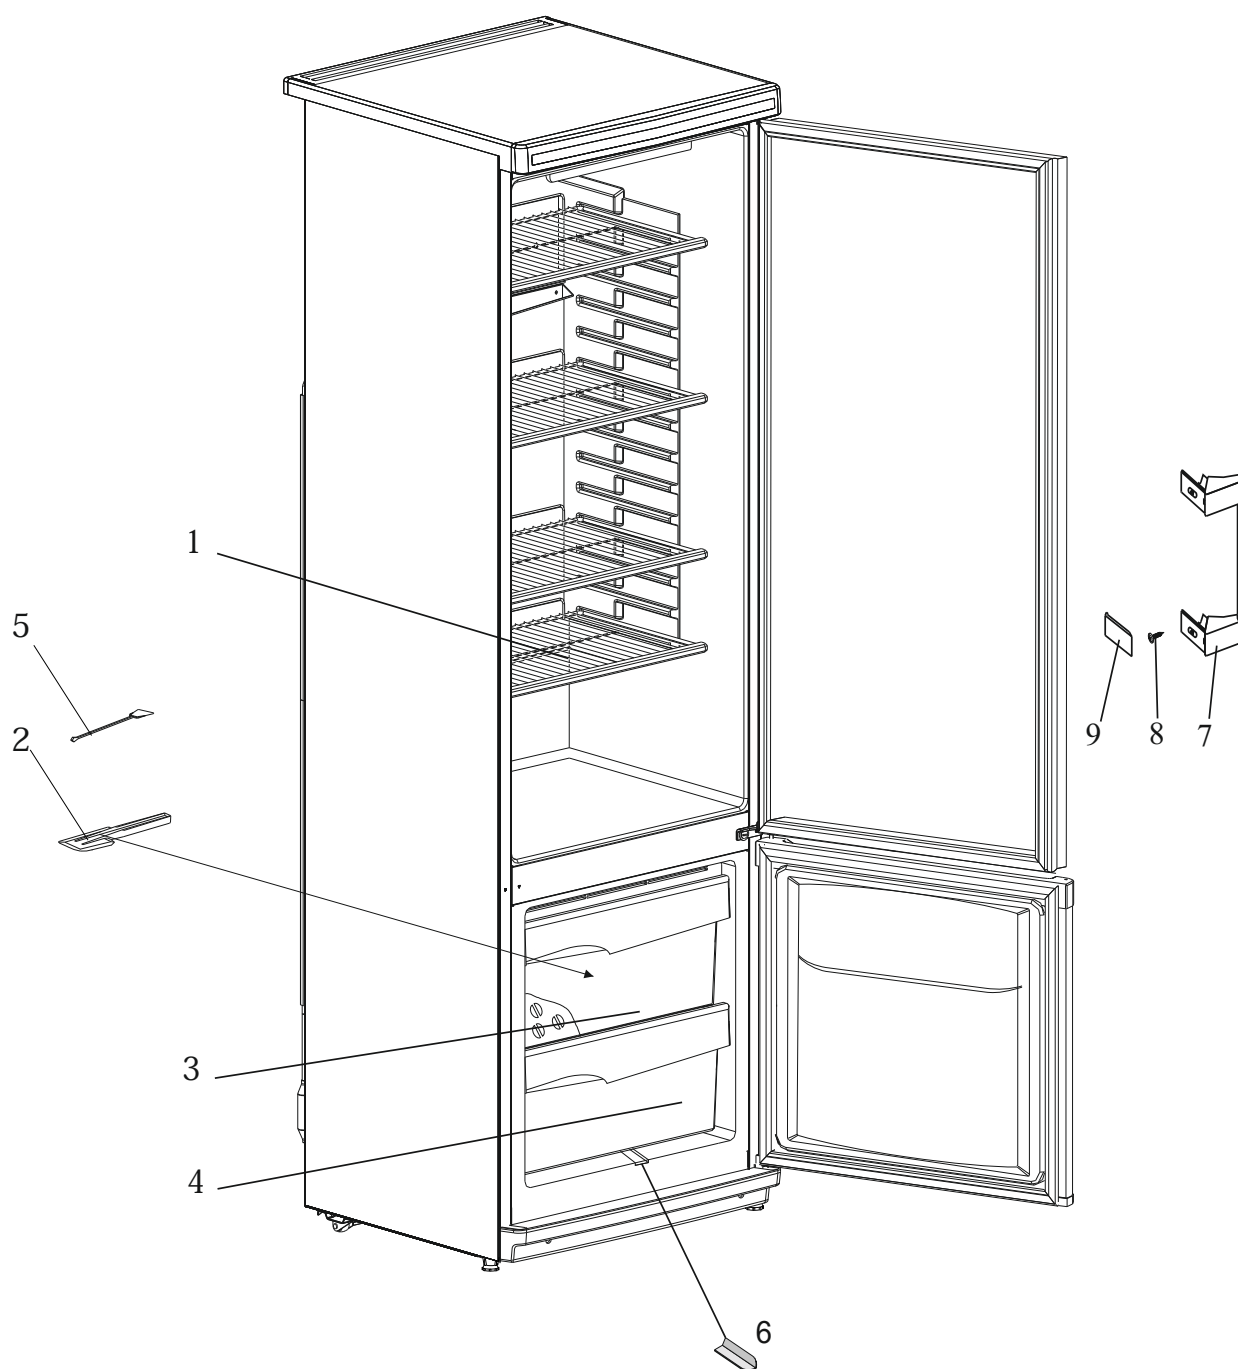

Рис. 1 Схема расположения отделений холодильника и его комплектующих
-установить лоток (рис.1) в специальный паз на дне морозильной камеры, направив его в любой сосуд, предварительно установленный на полу.
При образовании незначительного снегового покрова на внутренних поверхностях морозильной камеры его можно удалить с помощью лопатки (рис.1), не приурочивая это ко времени оттаивания морозильной камеры.